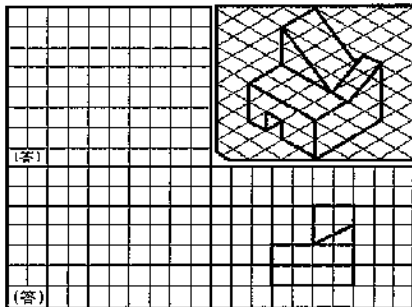

図11
- 問1 図11の立体図(等角図)で示した品物について、正面図と平面図をかけ。ただし、大きさは立体図の目盛りの数に合わせる。また、かくれ線もかくこと。